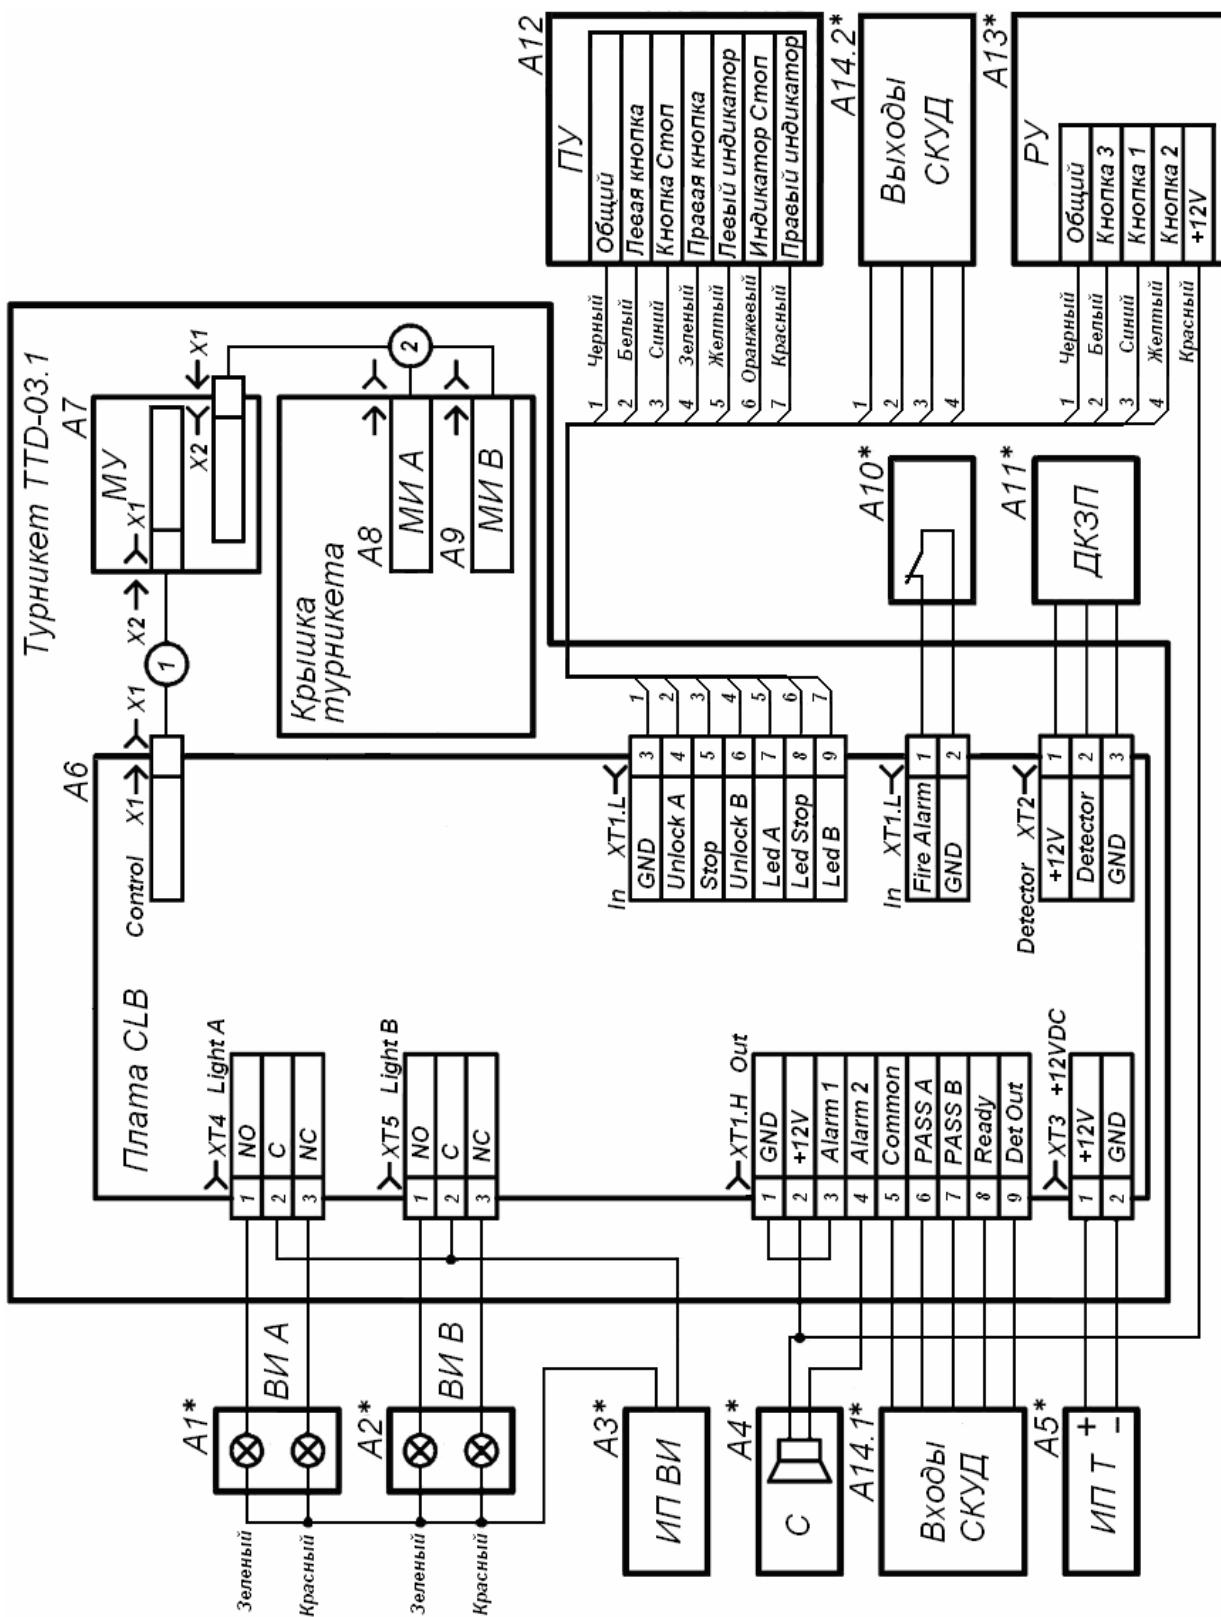

Рисунок 4. Схема электрическая соединений
5.2.3 ПДУ / устройство РУ /контроллер СКУД (12) и источник питания турникета (11) подключаются к плате CLB кабелями (13 и 14) в соответствии со схемой электрической соединений (см. рисунок 4).